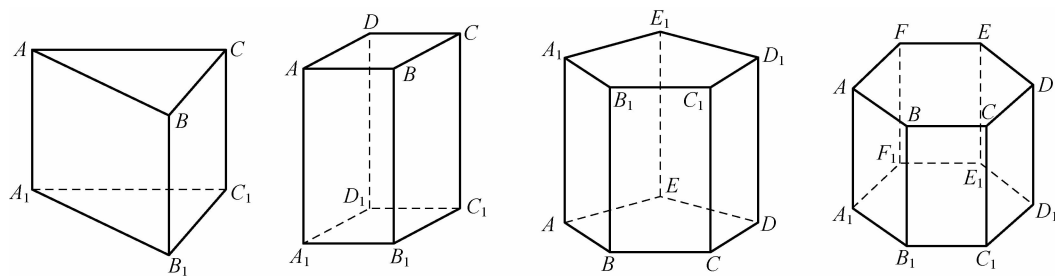

图 1-3-1 常见的棱柱
(1) 常见的棱柱有三棱柱、四棱柱、五棱柱、六棱柱等,如图 1-3-1 所示。